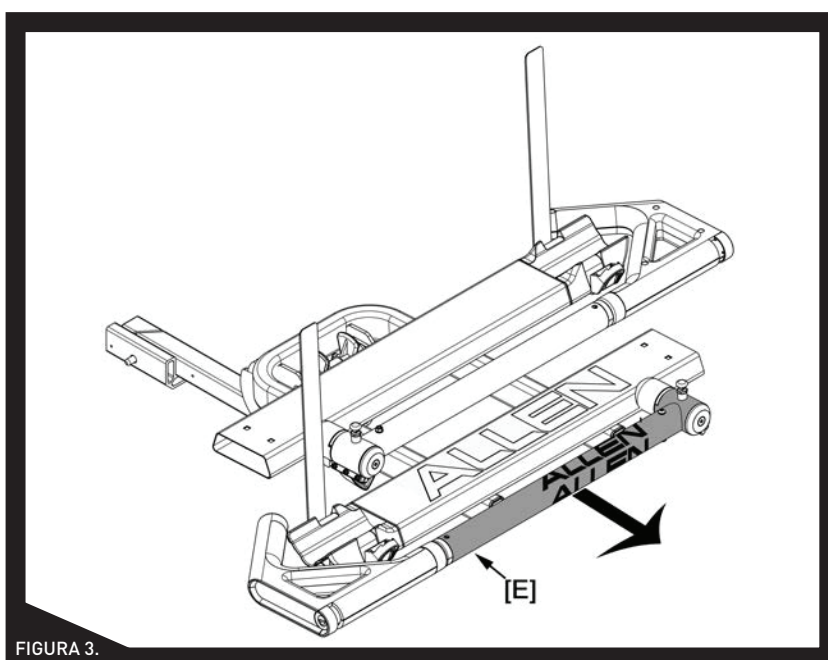

FIGURA 3.
**IMPORTANTE!** Come mostrato nella Figura 3, il supporto per bicicletta deve essere installato con il braccio di supporto [E] verso l'estremità aperta del supporto a U